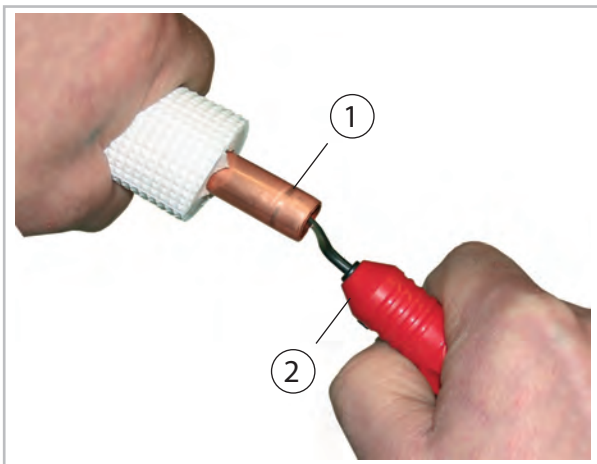
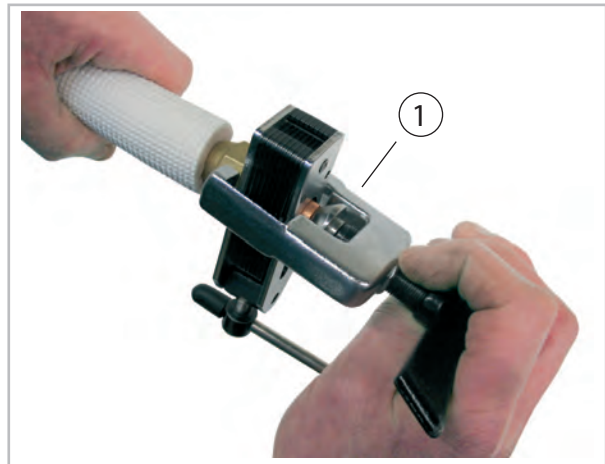

Abb. 34: Entgraten der Kältemittelleitung
Abb. 35: Bördeln der Kältemittelleitung
8. ➤ Bearbeiten Sie die verlegten Kältemittelleitungen wie im Folgenden dargestellt (Abb. 34 und Abb. 35).